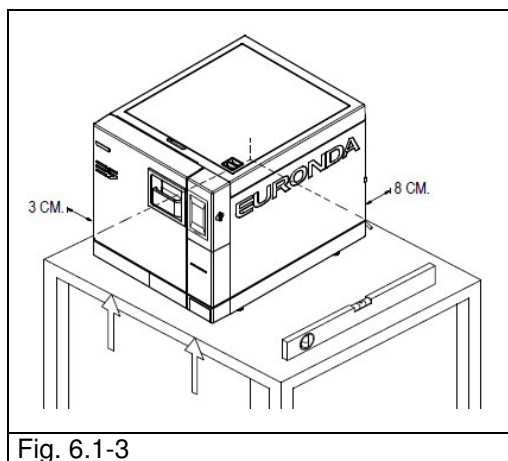

Fig. 6.1-3
- Placer l'appareil sur une surface plane et horizontale (Fig. 6.1-3).
- Afin de permettre une ventilation suffisante et la dispersion de la chaleur, laisser un espace d'au moins 8 cm à l'arrière et 3 cm sur les côtés de l'appareil (Fig. 6.1-3).